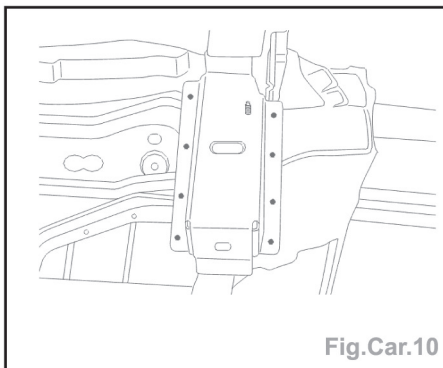

Fig.Car.10
- Souder par points électriques (Fig.Car.10).